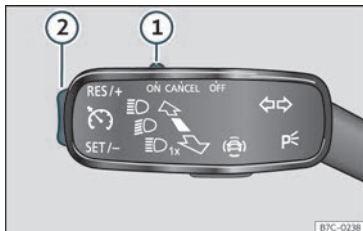

Fig. 155 No manípulo dos indicadores de mudança de direção: comandos para a utilização do GRA.
- Desloque o comando»» **Fig. 155 ①** até **ON**.
- Pressione o botão»» **Fig. 155 ②** na zona **SET/-**.
- Desloque o comando»» **Fig. 155 ①** até **CANCEL** ou carregue no travão.
- Pressione o botão»» **Fig. 155 ②** na zona **RES/+**.
Enquanto o GRA regula pode ajustar-se a velocidade guardada com a tecla»» **Fig. 155 ②**:
- Para aumentar em passos de 1 km/h (1 mph) pressione brevemente o botão»» **Fig. 155 ②** na zona **RES/+**.
- Para aumentar a velocidade ininterruptamente mantenha pressionado o botão»» **Fig. 155 ②** na zona **RES/+**.
- Para reduzir em passos de 1 km/h (1 mph) pressione brevemente o botão»» **Fig. 155 ②** na zona **SET/-**.
- Para reduzir a velocidade ininterruptamente mantenha pressionado o botão»» **Fig. 155 ②** na zona **SET/-**.
- Desloque o comando»» **Fig. 155 ①** para **OFF**.